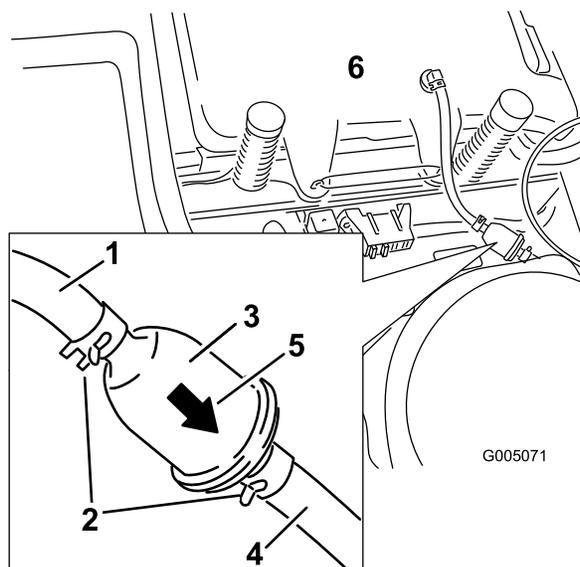

Figure 32
4. Pincez les extrémités des colliers et faites glisser ceux-ci pour les éloigner du filtre (Figure 32).
6. Montez un nouveau filtre en veillant à pointer la flèche indiquant le sens d'écoulement vers le moteur. Rapprochez les colliers de flexibles du filtre (Figure 32) pour le fixer en place.